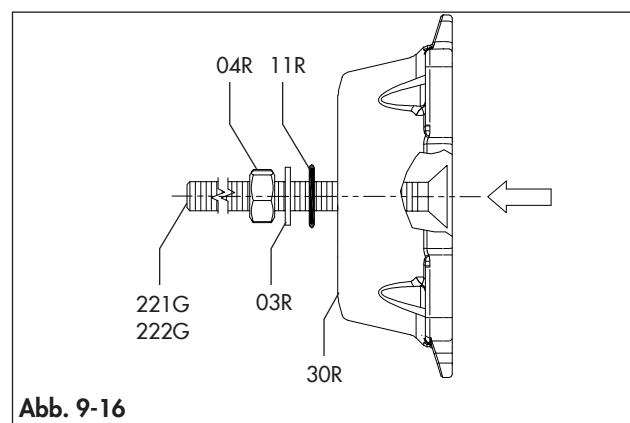

Abb. 9-16
- Befestigen Sie die Anschlagsschrauben (221G/222G) in den Deckeln (30) und richten Sie dabei den Schraubenkopf an der Deckelfläche aus, wie in Abb. 9-16 gezeigt.